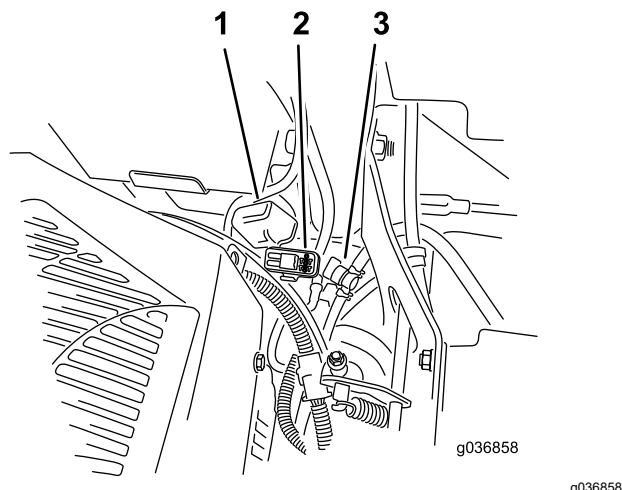

Figura 53
Nota: En máquinas MyRide, asegúrese de que el cable de tierra no roza contra el brazo arrastrado ni contra el soporte inferior del amortiguador (Figura 53).
Los fusibles están situados en la consola de la derecha, junto al asiento (Figura 53).
2. Instale un fusible nuevo (Figura 53).